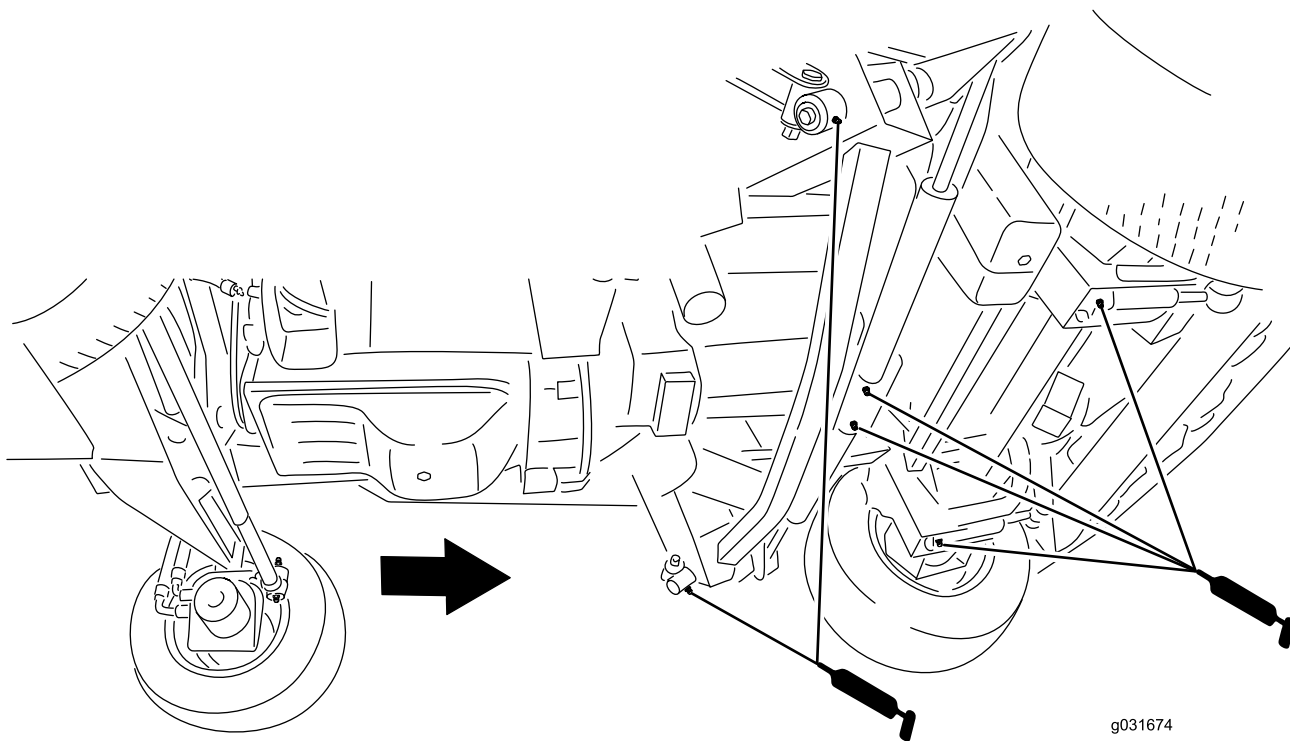

Figura 77
- 2 bracci di impatto (Figura 77)
- 2 perni di articolazione del cilindro di sollevamento del piatto anteriore (Figura 77)
- 2 perni di articolazione del cilindro di sollevamento dei piatti laterali (Figura 77)